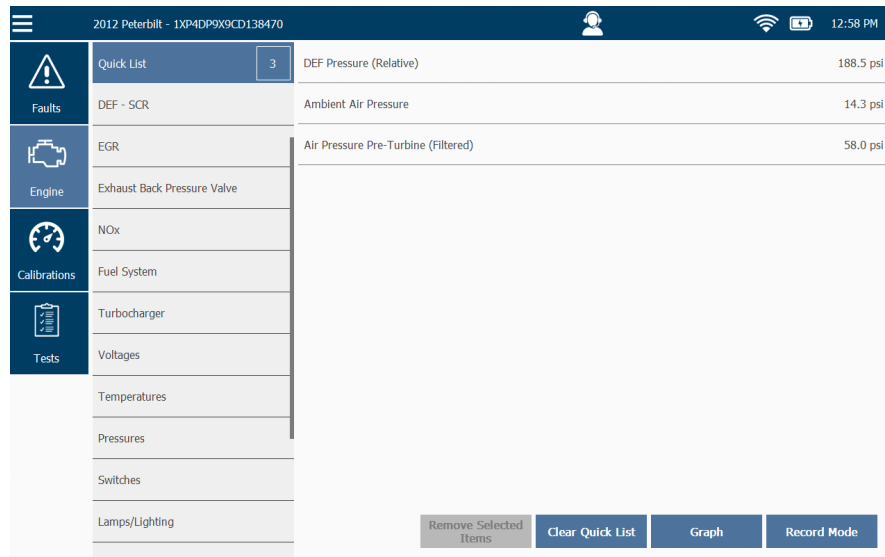
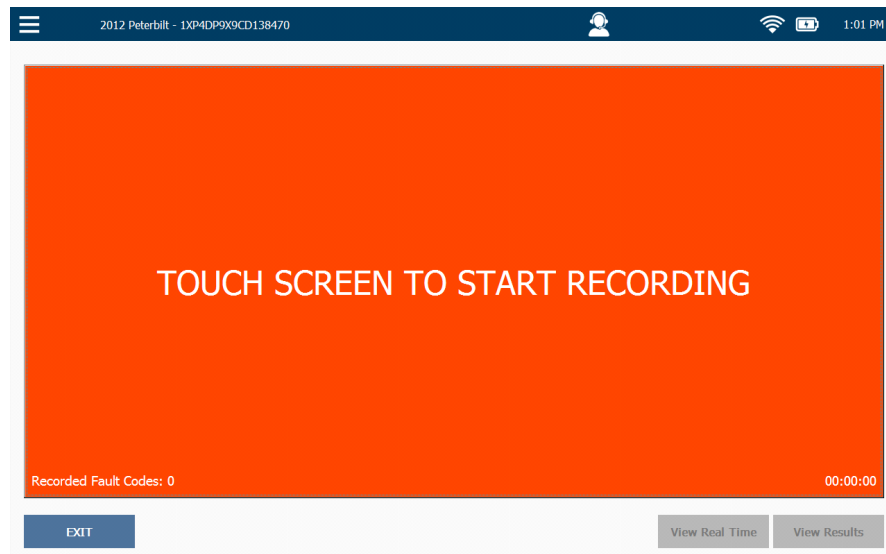

Figura 9.1 Lista rápida
Figura 9.2 *Pantalla Record*
STOP	- Finaliza una grabación (usted debe confirmar que desea finalizar la grabación). - Le hace regresar a la pantalla Record (Figura 9.2). - Cambia a EXIT una vez que usted detenga la grabación; el botón EXIT lo lleva de regreso a la lista de parámetros (Figura 9.1).
View Results	- Le permite revisar la grabación que creó en Playback Mode. - Debe confirmar que desea detener la grabación antes de ver los resultados. Hay varios botones disponibles: Rewind: le permite regresar al inicio de la grabación. Play: comenzar la grabación. Cambia al botón Pause: una vez que comienza la reproducción. Previous Bookmark y Next Bookmark: le permiten saltar de un marcador a otro. EXIT: lo lleva de vuelta a la pantalla Record (Figura 9.2).
Se muestra la pantalla **Record** (Figura 9.2).
- 9 Toque **EXIT** para volver a la Lista rápida (Figura 9.1).
- Tocando el botón **View Results** en la pantalla Record (Figura 9.2).